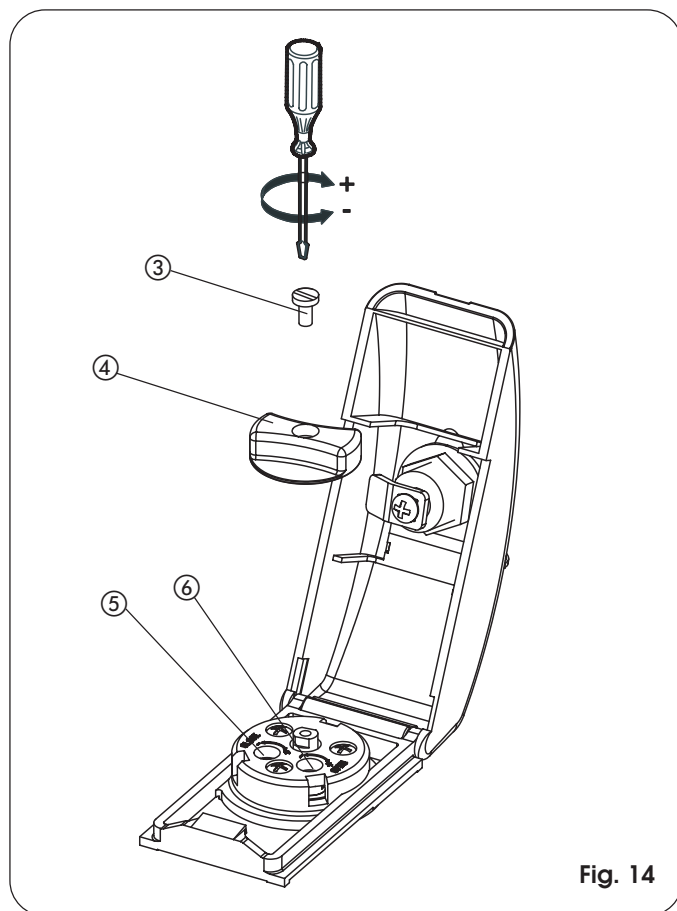

Fig. 14
- soulever la protection (Fig. 14).
- dévisser la vis (Fig. 14, réf. ③) qui fixe la poignée, et extraire cette dernière (Fig. 14, réf. ④).
- agir sur les vis de réglage de la force (By Pass) (Fig. 14, réf. ⑤ et ⑥) présentes sur l'opérateur.
- au terme du réglage repositionner la poignée (Fig. 14, réf. ④) en revissant la vis (Fig. 14, réf. ③).